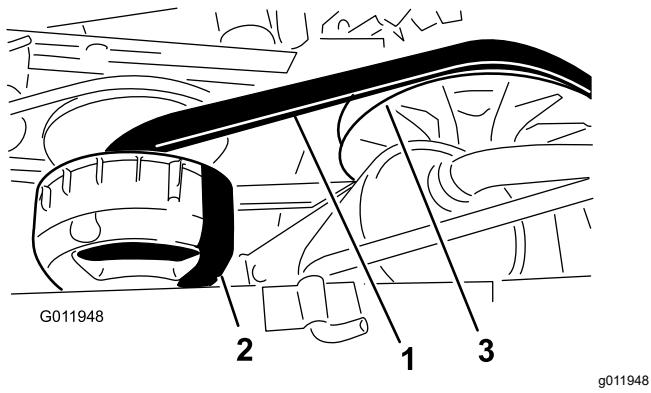

Bild 69
4. Drehen und prüfen Sie den Riemen (Bild 69) auf überdurchschnittliche Abnutzung oder Beschädigung.
3. Drehen Sie den Riemen und verlegen ihn über die sekundäre Kupplung (Bild 69).
4. Nehmen Sie den Riemen von der primären Kupplung (Bild 69).
5. Fluchten Sie den neuen Riemen über der primären Kupplung aus (Bild 69).
6. Drehen Sie den Riemen und verlegen ihn über die sekundäre Kupplung (Bild 69).